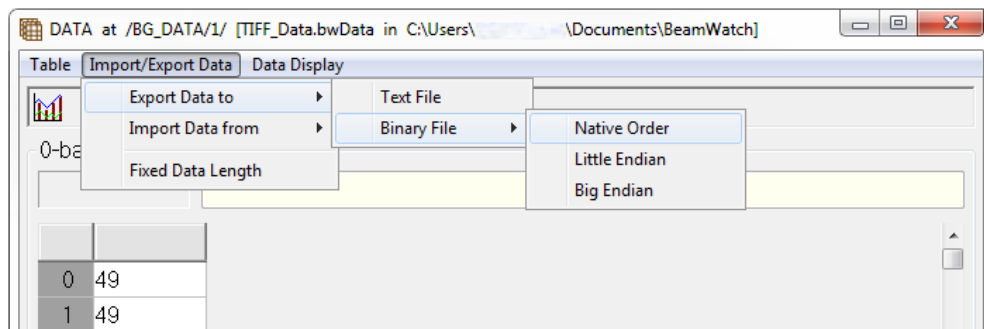

Abbildung 25: Native Order Lokation
9. Wählen Sie **Import/Export Data > Export Data to > Binary File > Native Order** (Abbildung 25).